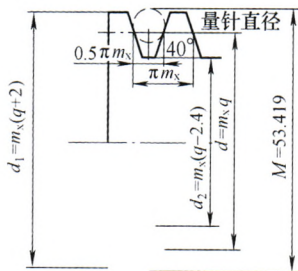

图 4
求解步骤如图4所示，①草图中先在管理\fx参数表中新建 m_x 、 q 和量针直径三个用户参数，并根据已知条件列出参数数值。②在草图中根据蜗杆的已知条件做出